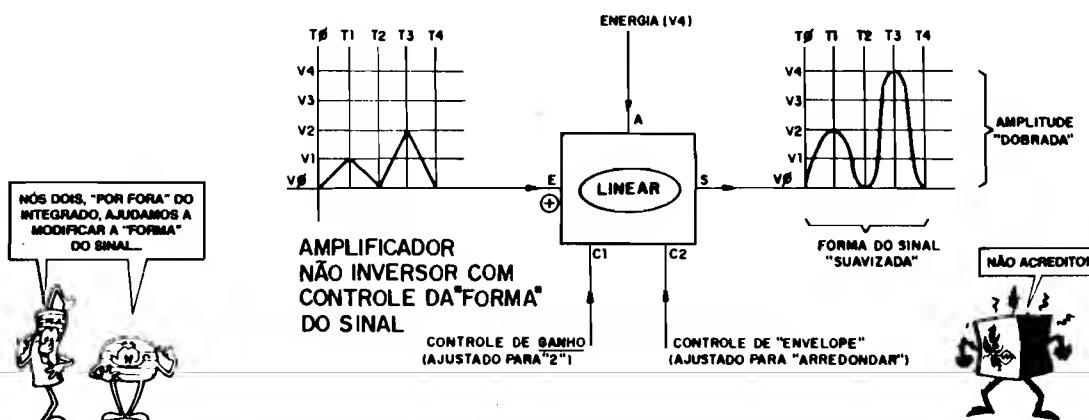

Fig.4
- FIG. 4 - BLOCOS AMPLIFICADORES LINEARES, QUE PERMITEM “MODIFICAÇÕES” (MAS MANTENDO A “PROPORCIONALIDADE”) NO FORMATO DO SINAL... - Conforme já dissemos em “Aulas” imediatamente anteriores, embora os Circuitos Integrados possam ser interpretados como blocos circuitais mais ou menos completos (para as funções ou conjuntos de funções mais ou menos específicas...), são raros os blocos que podem “ignorar” o auxílio externo de componentes discretos, capazes de - através de acessos ou terminais especiais no Integrado - dimensionar, parametrizar e “modificar” a linearidade básica do módulo! Usando, por exemplo, simples CAPACITORES e RESISTORES externos, estrategicamente acessados por determinados pinos ou “pernas” de um Integrado Amplificador Linear convencional, podemos - sim - efetuar até modificações sutis na “forma” do sinal que transita pelo bloco...! Os naturais “controles de tempo” devido às constantes inerentes aos conjuntos R-C (Resistor/Capacitor), permitem - por exemplo - “suavizar” uma forma de sinal mais “abrupta”, ou “agucar” uma forma de sinal mais “suave”, dentro de certos limites, sem que com isso se perca de vista a velha “proporcionalidade” dentro da qual funciona um bloco LINEAR! No bloco/exemplo da figura, temos um AMPLIFICADOR NÃO-INVERSOR COM CONTROLE DA “FORMA” DO SINAL (além da possibilidade externa de programação do ga-